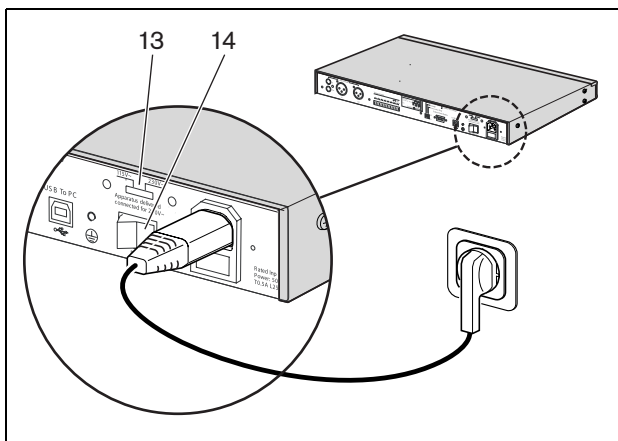

figure 4.1: Interrupteur d'alimentation sur le panneau arrière
- 1 Assurez-vous que le sélecteur de tension (115 V/ 230 V) (13) est correctement réglé pour la tension du secteur de votre pays (voir figure 4.1).
- 2 Assurez-vous que l'interrupteur alimentation (14) à l'arrière du temporisateur est positionné sur « I ».
Positionnez l'interrupteur alimentation (14) à l'arrière du temporisateur est positionné sur « O » (voir figure 4.1).